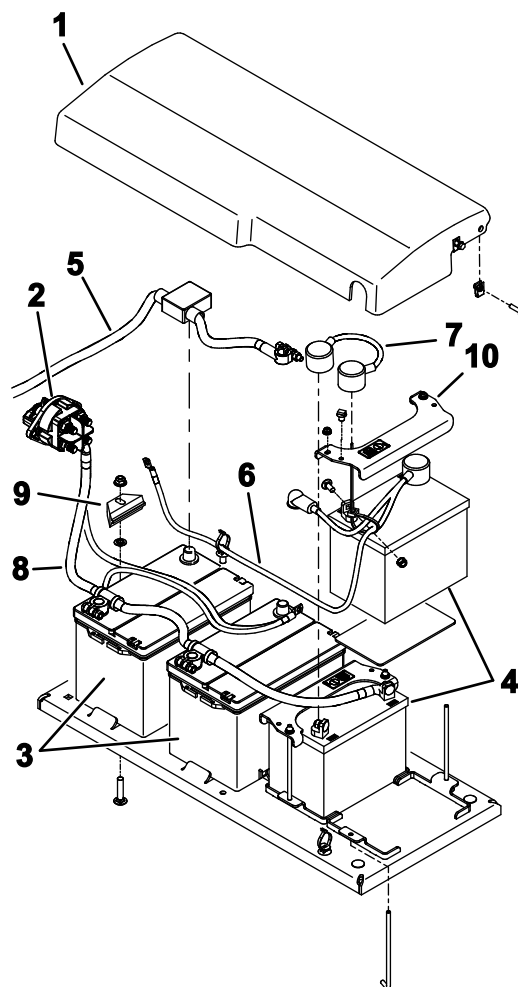

Bild 110
- Entfernen Sie die Befestigungen, mit denen die Batterieabdeckung an der Maschine befestigt ist, und nehmen Sie die Abdeckung ab (Bild 110).
- Nehmen Sie die Batterien vorsichtig aus der Maschine heraus (Bild 110).
1. Befestigen Sie die Batterien mit den Befestigungen (Bild 110).